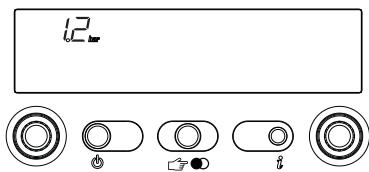

Fig. 64
**Info 2** visualiza la presión de llenado instalación (fig. 64)